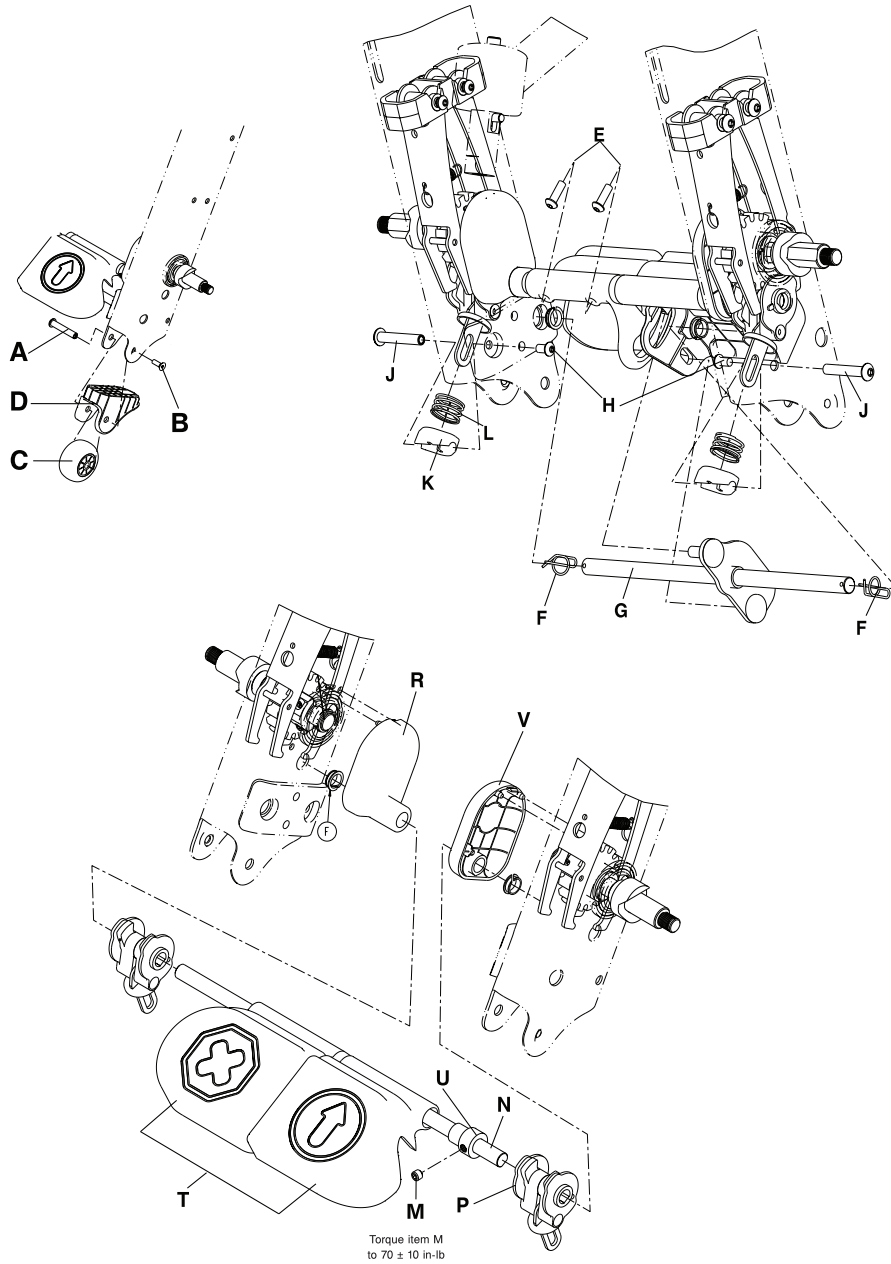

Fig. 8-29: Udskiftning af pedal
3. Brug en 5/32 tommer og en 3/16 tommer sekskantnøgle til at fjerne det tipsikrede hjuls afstandsmøtrik (A) og profilskruen (B), der holder det tipsikrede hjul (C) og det nederste rammedæksel (D) fast på stolerammen (Fig. 8-29 på side 8-46). Læg alle dele til side.
5. Brug en 5/32 tommer sekskantnøgle til at fjerne de to runde hovedskruer (E) på bunden af kørepedalen. Læg skruerne til side (Fig. 8-29 på side 8-46).
6. Brug en knibtang til at fjerne ringsplitteren (F) i begge ender af vippestangen (G). Læg ringsplitterne til side (Fig. 8-29 på side 8-46). Ved geninstallering af skruerne skal du bruge en 3/8 tommer drejementnøgle til at spænde skruerne til  $70 \pm 10$  in-lb ( $8 \pm 1,1$  Nm).
7. Fjern vippestangen (G) (Fig. 8-29 på side 8-46).
8. Brug en 5/32 tommer og en 3/16 tommer sekskantnøgle til at løsne den runde hovedskruer (H), der holder bremseknastens fjederholder (K) fast på stolerammen (Fig. 8-29 på side 8-46).
**Bemærk:** Fjern ikke bremsefingerens afstandsmøtrik (J).
9. Brug hånden til at skubbe på bremseknastens fjederholder (K) (Fig. 8-29 på side 8-46) for at aflaste trykket på bremsefingerens afstandsmøtrik (J). Fjern og gem bremsefingerens afstandsmøtrik og skruen.
10. Fjern forsigtigt bremseknastens fjederholder (K) og bremseknastfjederen (L) (Fig. 8-29 på side 8-46). Læg holderen og fjederen til side.
12. Brug en 5/32 tommer sekskantnøgle til at fjerne sætskruen på kraven (M) (Fig. 8-29 på side 8-46). Læg sætskruen til side. Når du geninstallerer sætskruen, skal du bruge en 3/8 tommer drejementnøgle til at spænde skruen til  $70 \pm 10$  in-lb ( $8 \pm 1,1$  Nm).
13. Skub bremsens tværstang (N) i retning af patientens venstre side, indtil stangen ikke længere rører ved bremseknastsamlingen (P) på patientens højre side (Fig. 8-29 på side 8-46). Fjern bremseknastsamlingen (P) på patientens højre side (Fig. 8-29 på side 8-46). Læg samlingen til side.
14. Skub bremsens tværstang (N) i retning mod patientens højre side, og fjern tværstangen (N) (Fig. 8-29 på side 8-46). Læg stangen til side.
- a. Når du fjerner stangen (N), skal du også forsigtigt fjerne de følgende dele i den viste rækkefølge (Fig. 8-29 på side 8-46):
- i. Venstre bremseaksels dæksel (R)
- ii. Bremsepedalsamlingen (T)
- iii. Kraven (U)
- iv. Højre bremseaksels dæksel (V)
**Bemærk:** Bemærk retningen af bremseknastsamlingen (P). Sørg for at tappen vender i retning af stolens forside (Fig. 8-29 på side 8-46).
**Bemærk:** Ved geninstallering af bremseknastsamlingen (P) (Fig. 8-29 på side 8-46) skal du kontrollere, at tappen vender i retning af stolens forside.